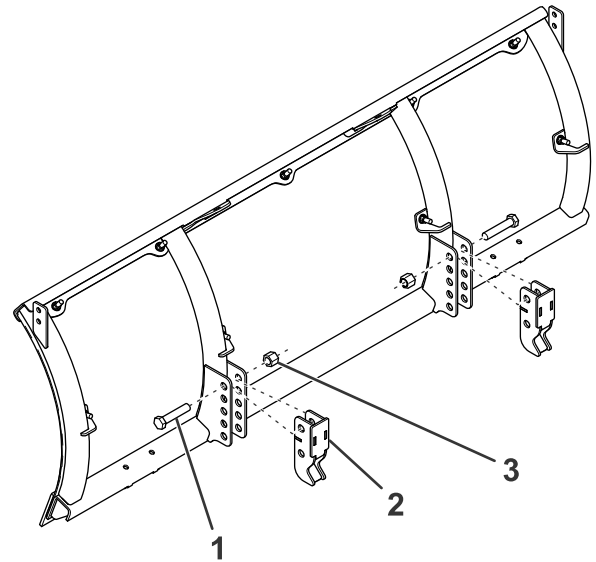

Figura 10
1. Sujete provisionalmente los 2 soportes de montaje a la pala con 2 pernos ($\frac{5}{8}$ ") y tuercas (Figura 10).